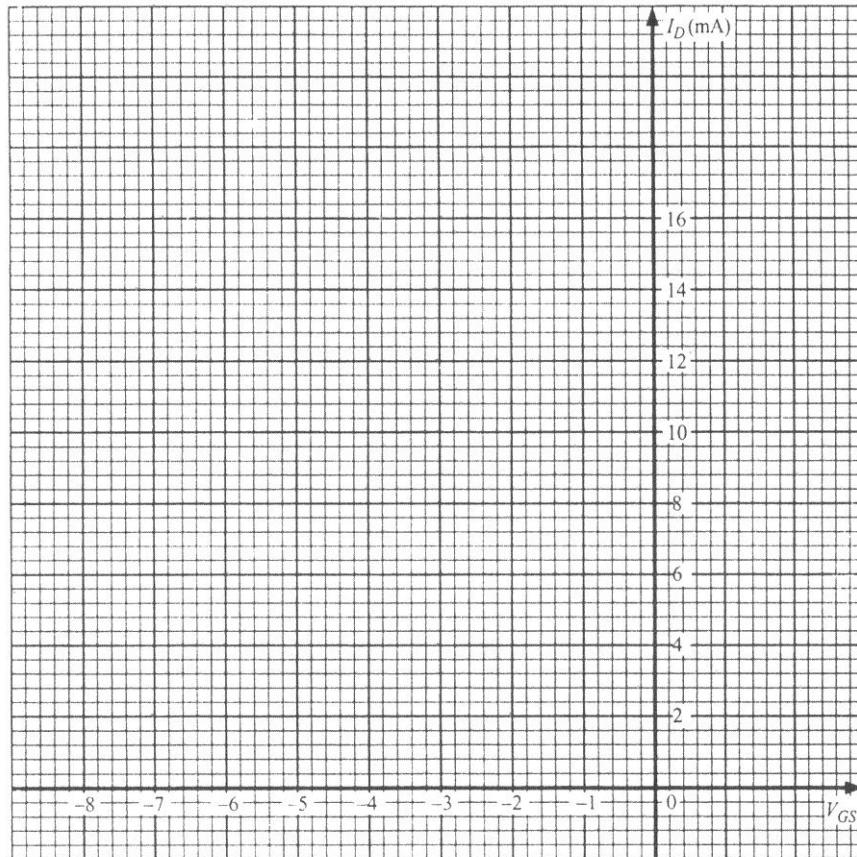

FIG. 2.- COURBES DE TRANSFERT DU JFET 2N4416
$I_D = I_{DSS} \left(1 - \frac{V_{GS}}{V_p}\right)^2$ afin de compléter cinq valeurs de la courbe sur la Fig 2.
- 10.- Analyser les deux graphiques des Figures 2 et 3.